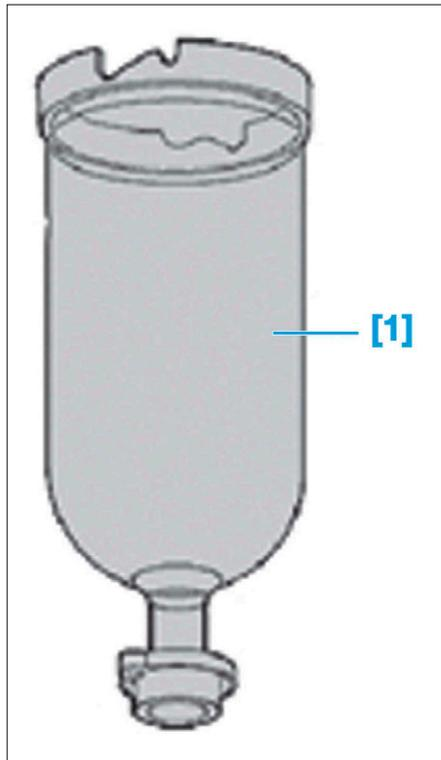

FIG. 20
- [1]. Cylindre de charge (réf : 0173) (Fig.20).